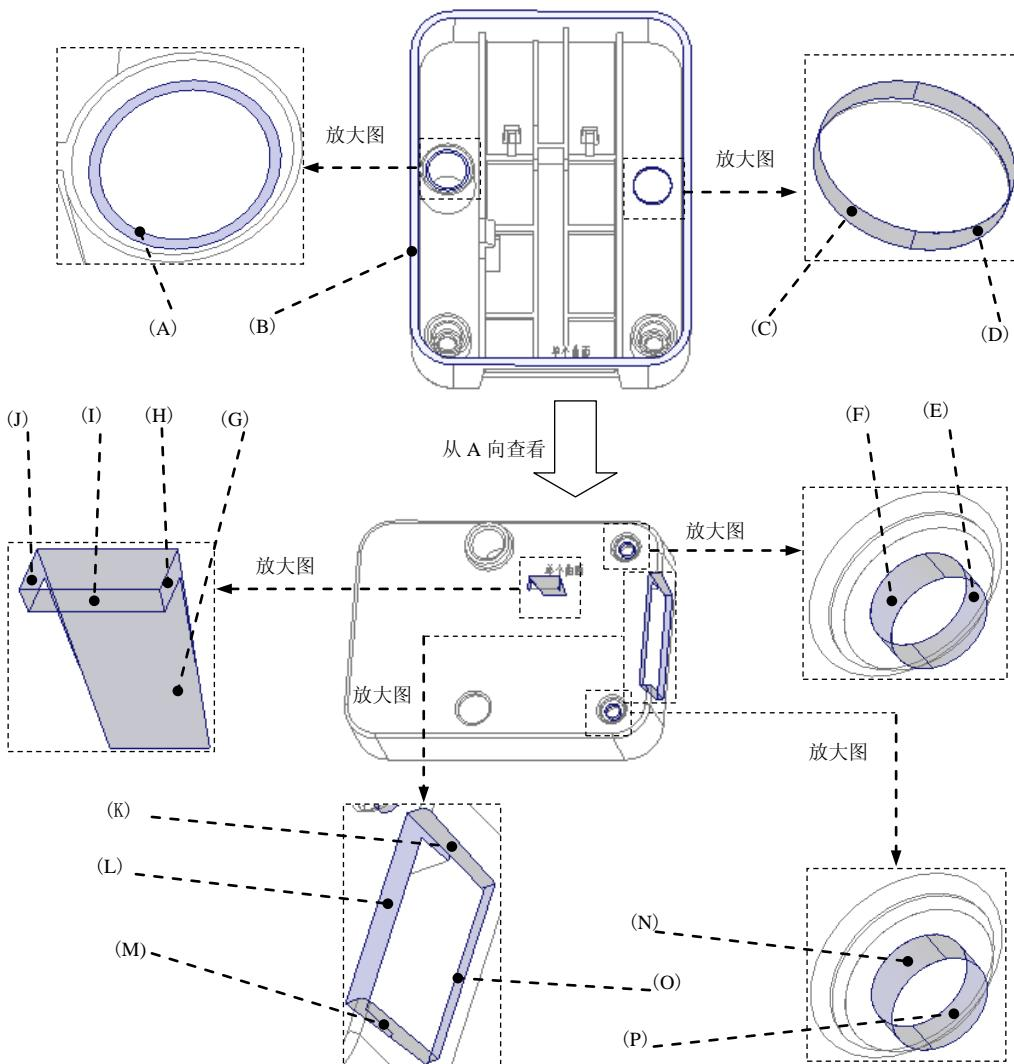

图 20.7 定义边界面 (一)
(3) 然后选取“边界面”(boundary surface)，操作方法如下。
① 选择 **视图** 功能选项卡 **模型显示** 区域中的“显示样式”按钮 ，按下 **显示** 按钮，将模型的显示状态切换到实线线框显示方式。
② 按住 Shift 键，选取图 20.7 中的 housing 的 A~P 为边界面，此时图中所示的边界曲
注意：对一些曲面的选取，需要把模型放大后才方便选中所需要的曲面。选取曲面时需要有耐心，逐一选取图 20.7 所示的加亮曲面，在选取过程中要一直按住 Shift 键，直到选取结束。